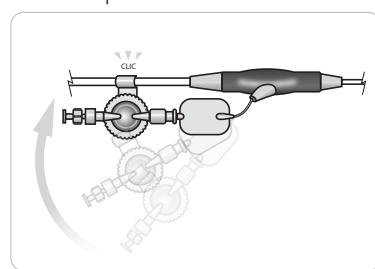

Figura 4.5
- Fije a presión la abrazadera de purga (situada en el depósito de presión del brazo lateral transparente) al cable conector, como se muestra en la Figura 4.5.